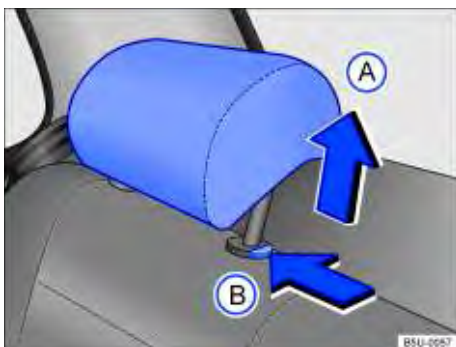

Fig. 39 Ajustar o apoio para cabeça traseiro.
- Empurrar o apoio para cabeça para cima na direção da seta ⇒ Fig. 39(A) ou com a tecla ⇒ Fig. 39(B) pressionada, empurrar para baixo ⇒ ▲.